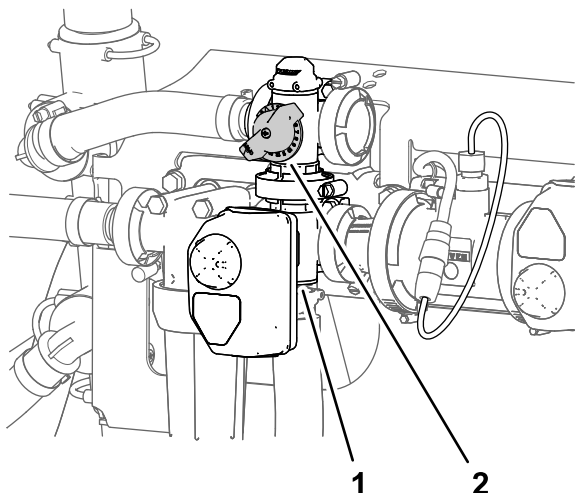

Figure 41
10. Réglez la vanne de dérivation d'agitation (**Figure 41**) à l'arrière de la vanne d'agitation jusqu'à ce que la pression indiquée soit 6,89 bar.